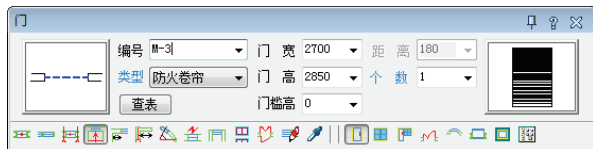

图 13-24 设置参数
12) 双击立面样式图标, 返回“门”对话框, 设置卷帘门的参数, 如图 13-24 所示。